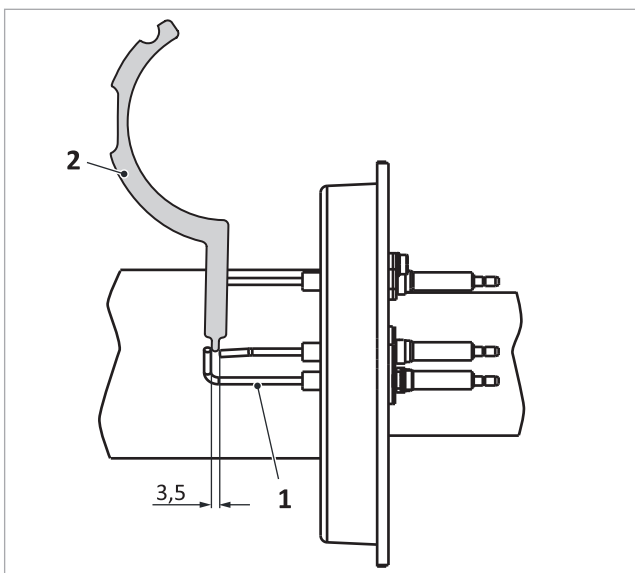

Fig. 48: Distancia entre electrodo a tierra y el electrodo de encendido
3. Compruebe la distancia entre los electrodos de ionización con un calibre de electrodos → fig. 48 (2) y si es necesario dóblelos cuidadosamente para corregirla.
- Electrodo entre sí → fig. 48 (1): 3,5 mm